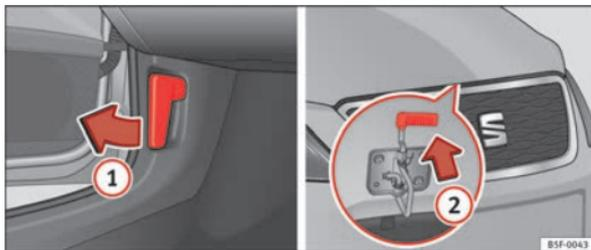

Abb. 153 Entriegelungshebel im Fußraum des Fahrers und Nocke unter der Haube
- Ziehen Sie den Hebel unterhalb der Instrumententafel in Pfeilrichtung ① ⇒ Abb. 153.
- Drücken Sie die Wippe unterhalb der Motorhaube nach oben ⇒ Abb. 153 ②. Dabei wird der Fanghaken entriegelt.